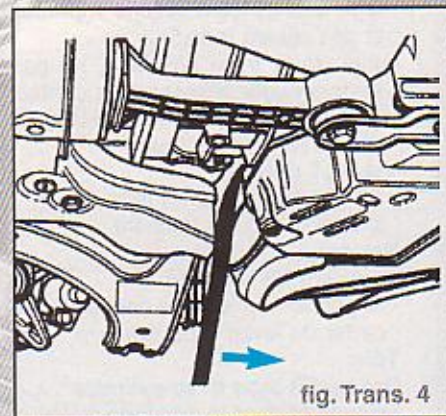

fig. Trans. 4
- Soulever le bloc moteur en faisant levier avec un démonte-pneu dans le sens de la marche; simultanément, il est possible de retirer l'arbre de pont tripode (fig. trans. 4).